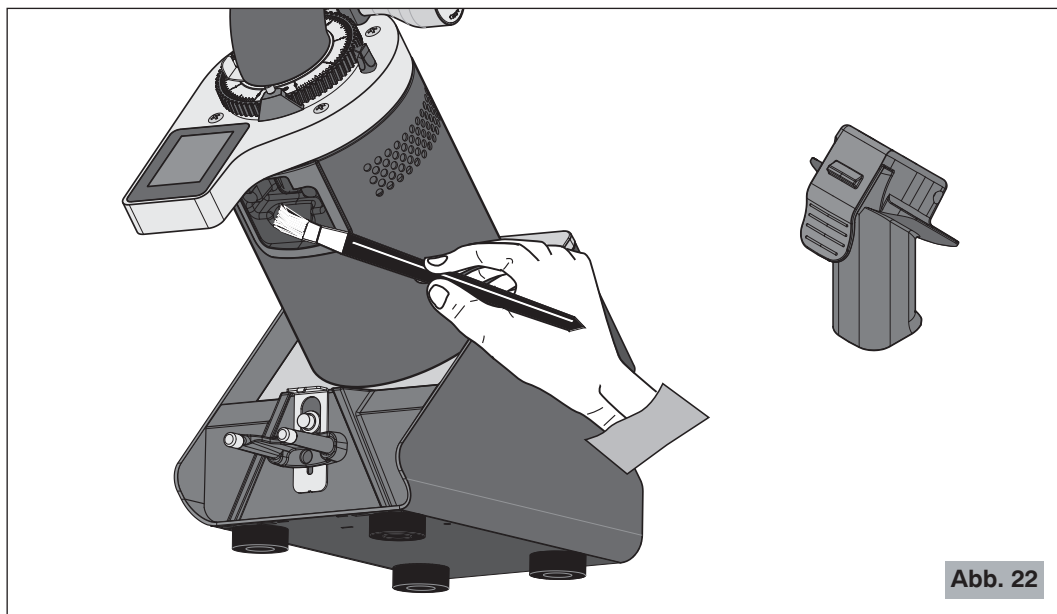

Abb. 22
- Für schwer zugängliche Bereiche eine Bürste oder Pinsel (Abb. 22) zur Reinigung benutzen und für die anderen Oberflächen ein trockenes Tuch.